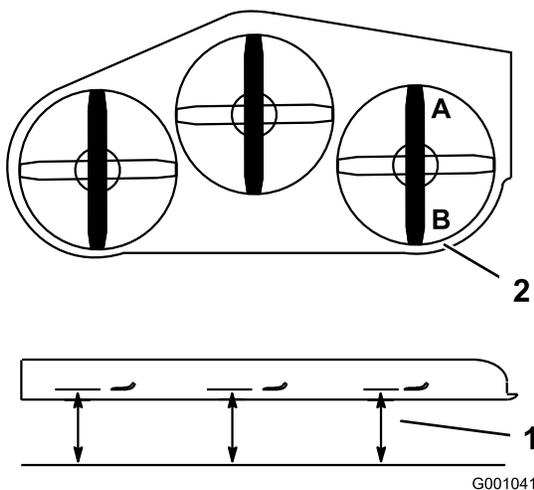

Figure 105
1. Tournez la lame **droite** dans le sens longitudinal (Figure 105).
2. Mesurez la distance au point **A** entre la surface plane et le tranchant de la pointe de la lame droite (Figure 105).
4. Mesurez la distance au point **B** entre la surface plane et le tranchant de la pointe de la lame droite (Figure 105).
6. La lame doit être plus basse de 6 à 10 mm au point **A** qu'au point **B** (Figure 105). Si ce n'est pas le cas, passez aux opérations suivantes.